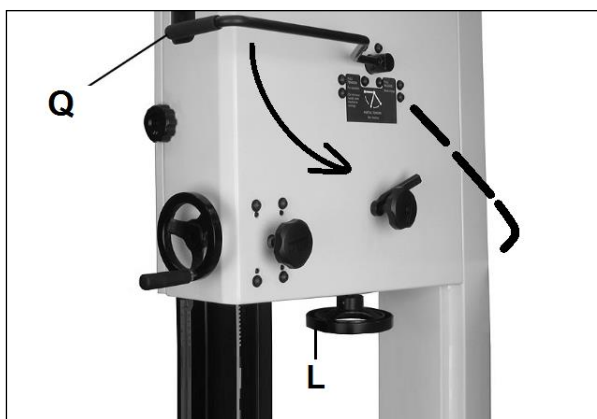

Fig 30
Relâchez la tension de la lame en faisant fonctionner le levier de tension de lame rapide (Q, Fig 30) et en tournant la roue manuelle de la tension de la lame (L).